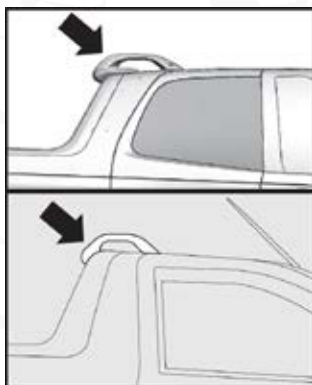

fig. 111
Para quitarla, suelte el extremo A-fig.111 de los cables de los dos lados del compartimiento de carga. Coloque la tapa a 45° (fig. 112) y tire de la misma en el sentido de la flecha - fig. 112.
- Utilice el porta escaleras fig. 111 para apoyar y fijar correctamente los objetos más altos. En algunas versiones con cabina extendida y CC Adventure, es necesario levantar antes los limitadores fig. 122 o A-fig. 123 (700 CC).
Al utilizar el porta escaleras, no apoye objetos cuyo peso exceda 50 Kg. En el caso de los limitadores fig. 111, no los obligue a soportar fuerzas laterales superiores a 30 Kg.